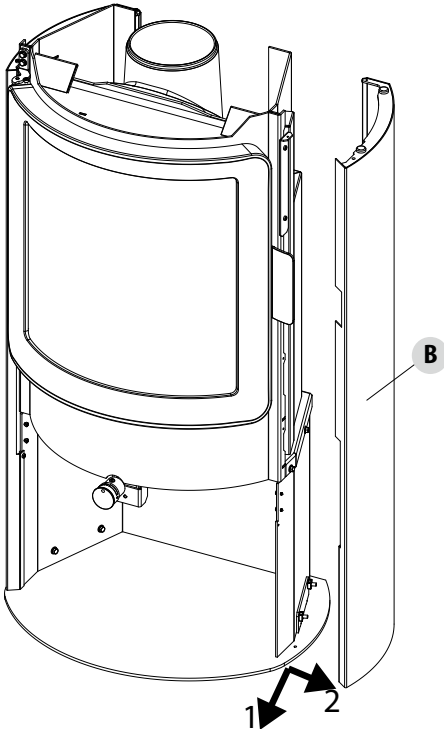

ABB. 8 - VORDERE PLATTE - DEMONTAGE
- Jetzt die Platte "B" entfernen: Dazu wird sie etwas nach vorne verstellt (1) und dann nach außen (2); dann muss sie sicher aufbewahrt werden, damit sie nicht beschädigt wird (Abb.8).